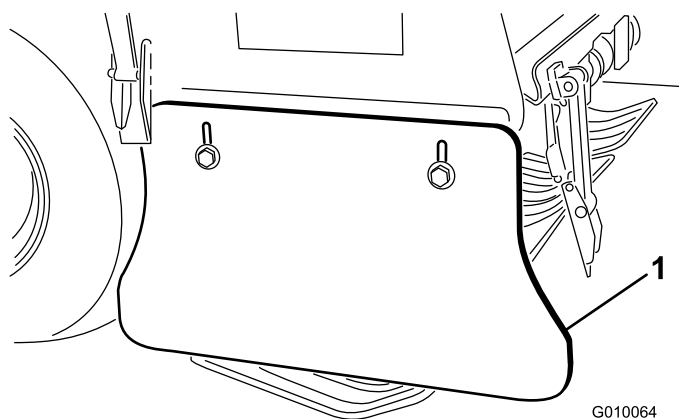

Figura 62
1. Solte as cavilhas e as porcas que fixam o resguardo lateral à estrutura (Figura 62).